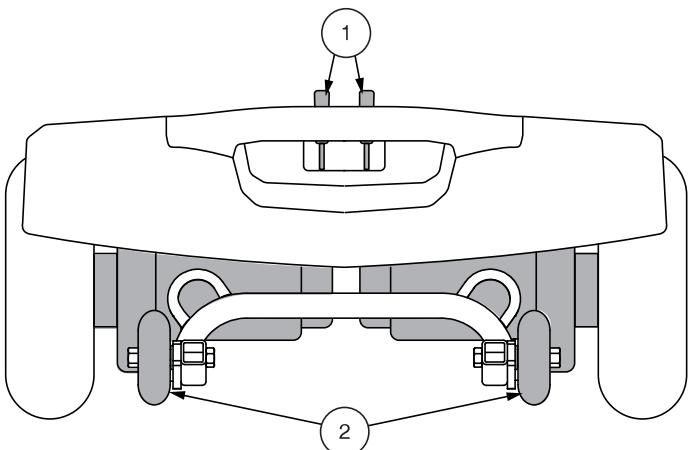

Figure 9. Section arrière - Jazzy ZTS
Votre Travel Scooter est équipé de deux leviers d'embrayage manuel « pour passer au neutre » un sur chaque moteur. Ces leviers vous permettent de débrayer les moteurs de la boîte de vitesse, afin de pouvoir manœuvrer votre Travel Scooter manuellement. **Voir la figure 9.**
1. Trouvez les leviers sur la section arrière de la Travel Scooter. **Voir la figure 9.**